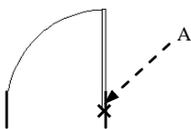
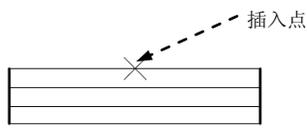

图 17.9.7 创建“门”图块
图 17.9.8 创建“窗”图块
(1) 创建图 17.9.7 所示的“门”图块。
① 将图层切换至“门窗”图层, 选择下拉菜单 **绘图(D) → 矩形(R)** 命令, 绘制长度值为 0.4、宽度值为 10 的矩形作为门扇; 确认 **极轴追踪(F8)** (“极轴追踪”) 和 **对象捕捉(F3)** (“对象捕捉”) 按钮处于显亮状态, 捕捉矩形左上端点和矩形的下水平边, 用 **绘图(D) → 圆弧(A) → 起点、端点、半径(R)** 命令绘制半径值为 10 的圆弧。
② 将图层切换至“墙体”图层, 选择下拉菜单 **绘图(D) → 直线(L)** 命令, 以矩形右下端点为中心点绘制长度值为 3.5 的竖直线, 用复制的方法得到另一条竖直线, 其中点位于圆弧的下端点上。
③ 选择下拉菜单 **绘图(D) → 块(K) → 创建(N)...** 命令, 以 A 点为插入点, 建立名为“门”的单元图块。
(2) 创建图 17.9.8 所示的“窗”图块。
① 将图层切换至“门窗”图层, 用 **绘图(D) → 直线(L)** 命令绘制长度值为 10 的水平直线。
② 用 **修改(M) → 偏移(O)** 命令偏移复制第二条直线, 偏移距离值为 0.8。然后用相同的方法偏移其他的两条直线。
③ 将图层切换至“墙体”图层, 用 **绘图(D) → 直线(L)** 命令绘制两条垂直直线将两端封闭。
④ 选择下拉菜单 **绘图(D) → 块(K) → 创建(N)...** 命令, 以窗平面上面一边中点为插入点, 建立名为“窗”的单元图块。